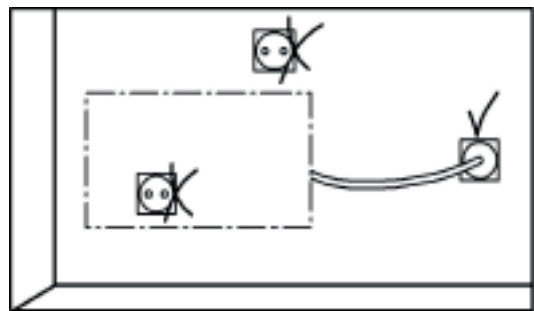
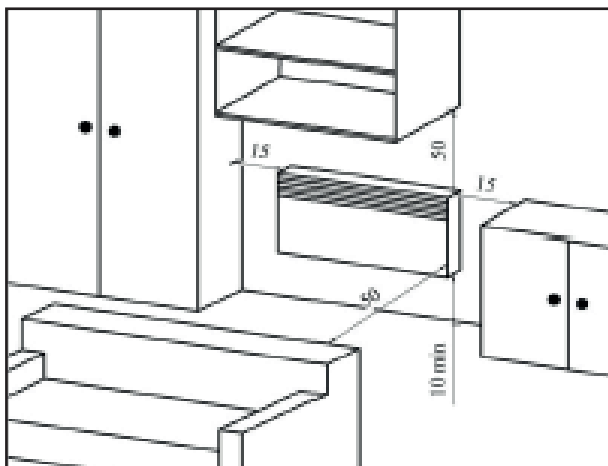

Abbildung 2
Abbildung 3
- Bei der Montage des Konvektors müssen Mindestabstände zu den Gegenständen eingehalten werden, wie in Abbildung 2 und Abbildung 3 dargestellt (Maße in cm);
Stellen Sie den Konvektor auf Stützen im Raum auf (siehe Abb. 3). Der Abstand von der Rückwand des Konvektors zu Gegenständen (Möbel, Vorhänge, etc.) muss mindestens 15 cm betragen.